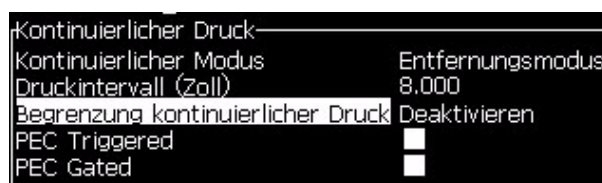

Abbildung 4-25: Dialogboksen for kontinuerlig udskrivning
- 1 Vælg *Kontinuerlig udskrivning* i *Udskrivningsmenuen*. *Kontinuerlig udskrivning* -dialogboksen ses (se *Abbildung 4-25*).